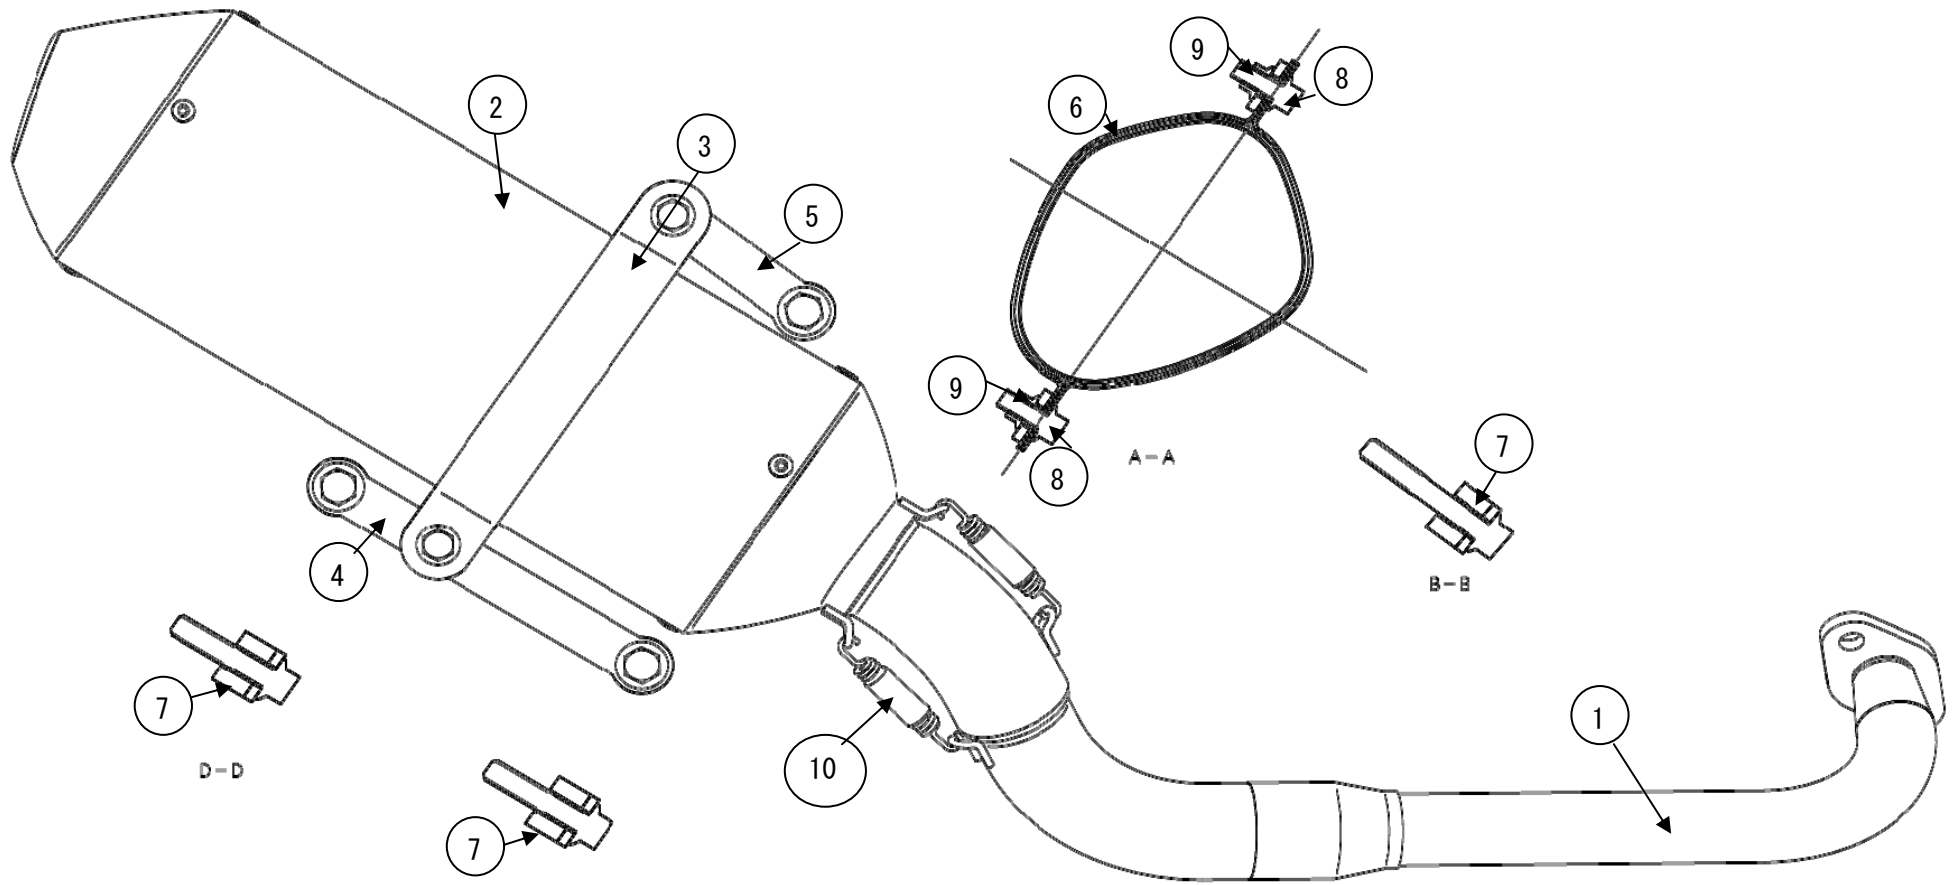

图 1
6. ④ステーを⑦アルミカラーを2カ所に挟み車両に取り付けます。 ※図1参照
7. ⑤ステーを⑦アルミカラーを挟み車両に取り付けます。 ※図1参照
8. ③バンドに⑥ラバーを装着し⑧、⑨を使用し④⑤ステーに仮止めします。
9. ①サイレンサーをエキゾーストパイプに挿入します。